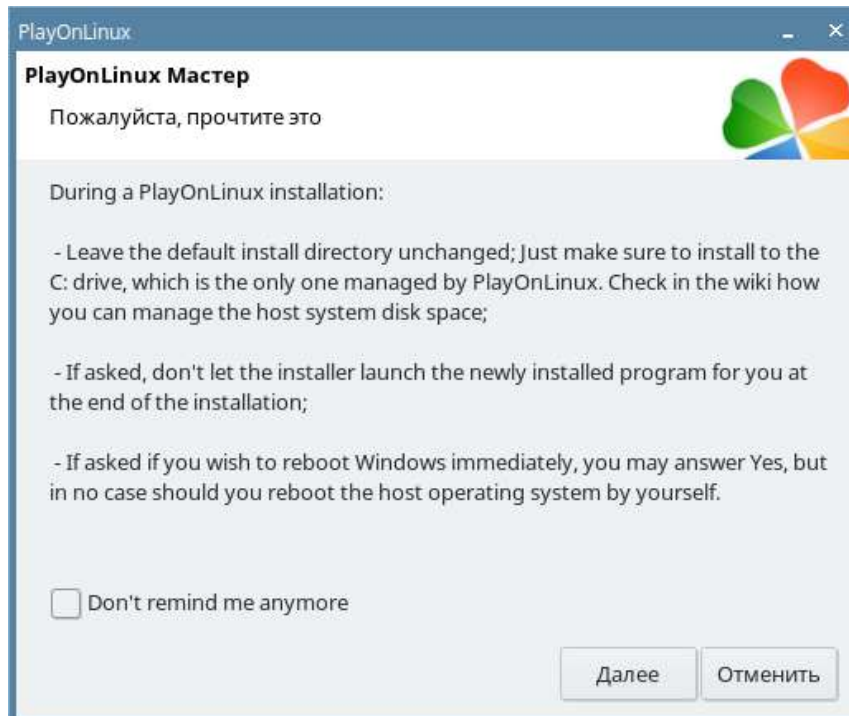

Рис. 9.27 Рекомендации по установке
7. Будет отображено окно с рекомендациями по установке, в нём говорится, что приложение надо устанавливать обязательно на диск «С». Нажмите на кнопку «Далее» (Рис. 9.27).